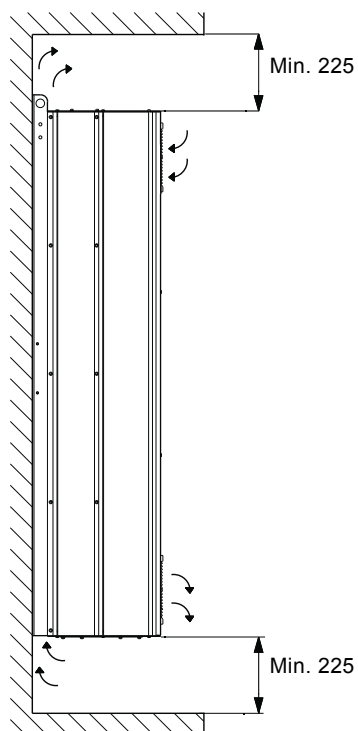

Fig. 3 Direction du flux d'air et dégagement requis pour le refroidissement [mm]
- Espace suffisant au-dessus et au-dessous du CUE pour le flux d'air et le branchement de câble. Voir fig. 3.